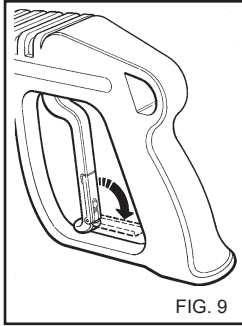

FIG. 9
- Wenn der Hochdruckreiniger nicht benutzt wird, die Sicherheitsvorrichtung am Griff schließen. (Fig. 9)